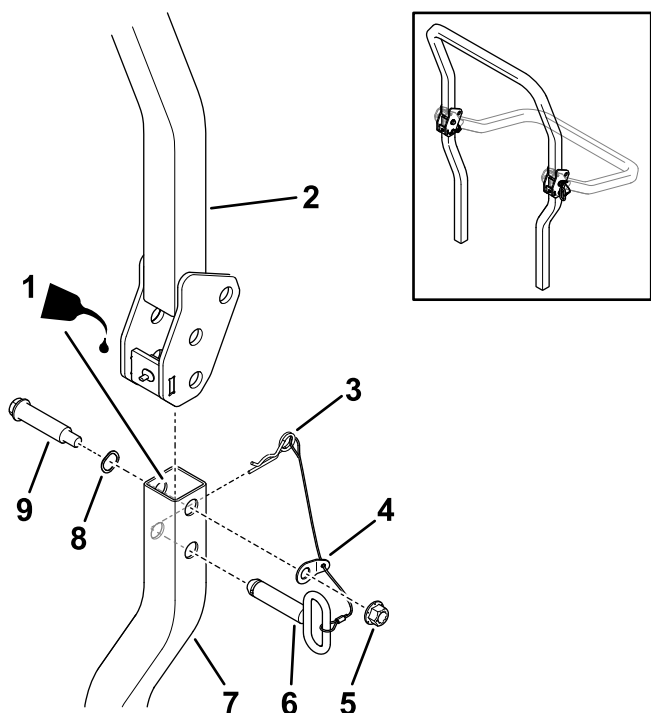

Figura 12
5. Lubrifique ligeiramente as superfícies interiores dos tubos da barra de segurança inferior (Figura 12).
6. Instale, sem apertar completamente, a barra de segurança superior na barra de segurança inferior com 2 parafusos de ombro, 2 anilhas onduladas, 2 anilhas com patilha com cordões e 2 porcas de bloqueio ($\frac{1}{2}$ pol.) Figura 12.
- Levante a barra de segurança superior para a posição vertical, instale os pinos do trinco (as pegas ovais devem apontar para o exterior da máquina), e prenda com um perno de gancho de cada lado (Figura 12).